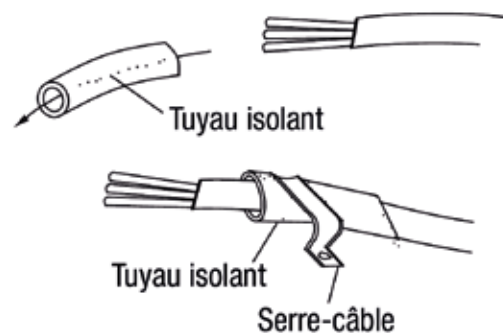

Fig. 31
3. Comment fixer le câble de connexion et le câble d'alimentation à l'aide d'un serre-câble. Après avoir fait passer le câble de connexion et le câble d'alimentation dans le tube isolant, fixez-les à l'aide du serre-câble. (Fig. 31)